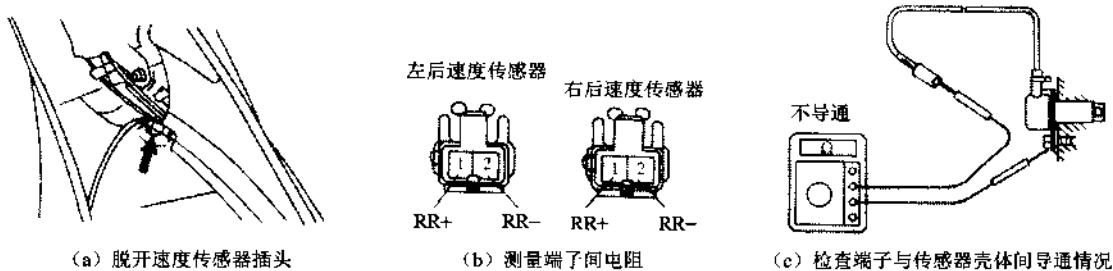

图7.32 检查后轮速度传感器
- ① 检查时可先拆下座椅坐垫和侧靠背, 脱开速度传感器插头, 如图7.32(a)所示。
- ② 测量端子间的电阻, 电阻应为 $1.05\text{k}\Omega \sim 1.45\text{k}\Omega$ , 如图7.32(b)所示。如电阻不符合规定, 应更换后轮速度传感器。
- ③ 检查每一端子与传感器壳体之间是否导通, 如图7.32(c)所示, 如果导通应更换后轮速度传感器。插上后轮速度传感器插头, 装上侧靠背和坐垫。